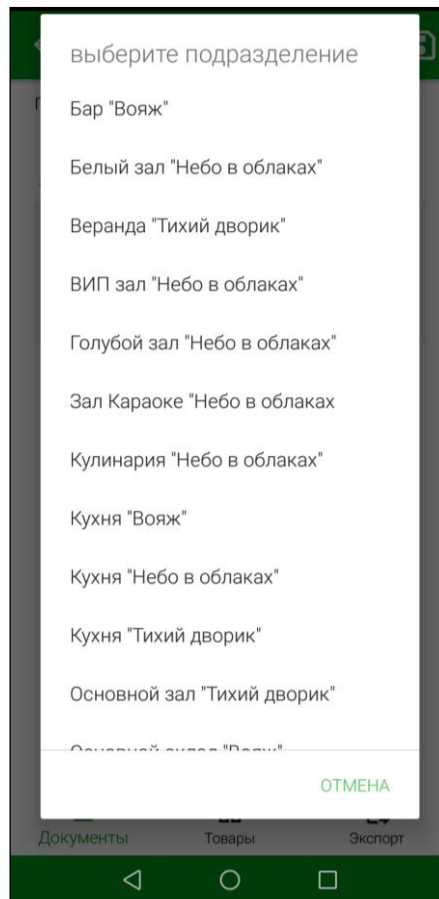

Рис. 39
- Для открытия режима выбора подразделения необходимо нажать на поле «*Подразделение по умолчанию*» и в открывшемся списке выбрать интересующее подразделение (см. Рис. 39).